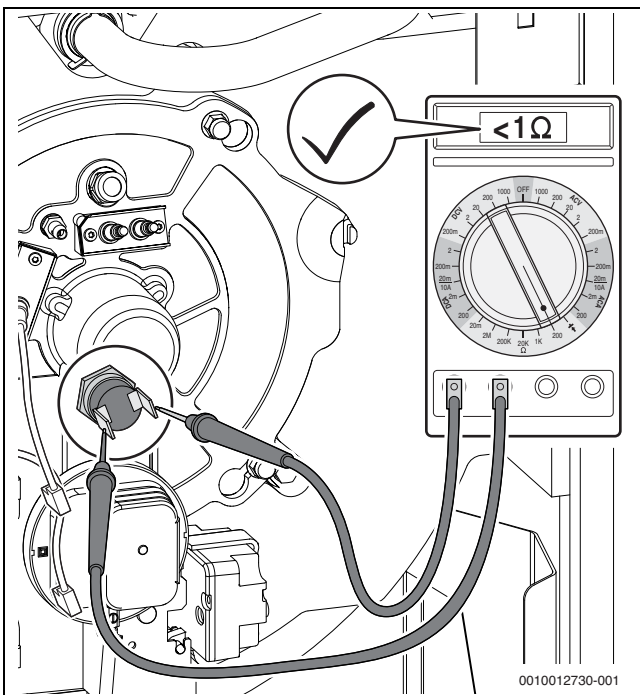

Bild 94 Elektrischen Widerstand an den Kontakten des Temperaturwächters messen (Temperaturwächter in Ordnung)
- ▶ Elektrischen Widerstand an den Kontakten des Temperaturwächters messen (→ Bild 94).